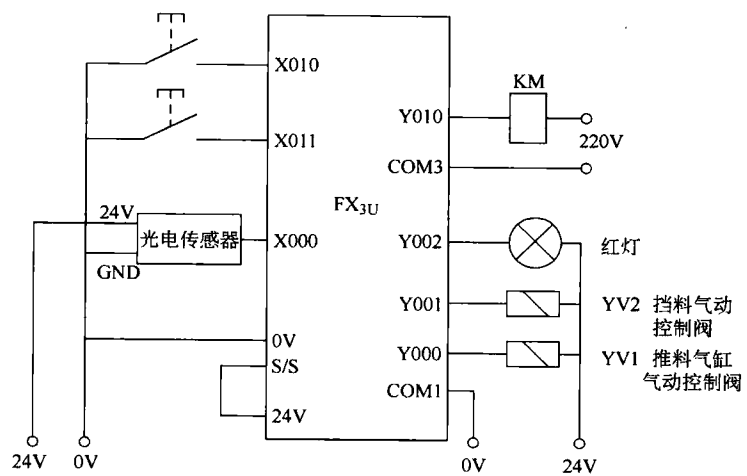

图 2-60 气动控制阀控制接线图
(1) 控制要求 按下起动按钮,由光电传感器检测料仓有无工件;如无工件,10s后输出红色灯报警,按停止按钮或加入工件停止报警;如有工件,推料汽缸将工件推入(推料时间2s)生产线,皮带机(电动机拖动)运行,挡料汽缸保持缩回状态,将第一个工件直接放入皮带机末端的进料仓(第一个工件从入料仓到末端出料仓需要25s);完成后将第二个工件推入生产线,第二个工件在皮带机运行20s(到挡料汽缸位置),伸出挡料汽缸挡住工件,人工从生产线取走工件,5s后缩回挡料汽缸;皮带机运行时间50s后停止(每个工件处理时间为25s);运行过程中,按停止按钮,皮带机停止运行(挡料汽缸初始状态为缩回状态,不挡工件)。
(2) I/O分配和I/O接线图 X010:起动按钮;X011:停止按钮;X000:光电检测;Y000:推料汽缸气动控制阀;Y001:挡料汽缸气动控制柜;Y002:红色报警指示灯;Y010:皮带机接触器。接线图如图2-60所示。